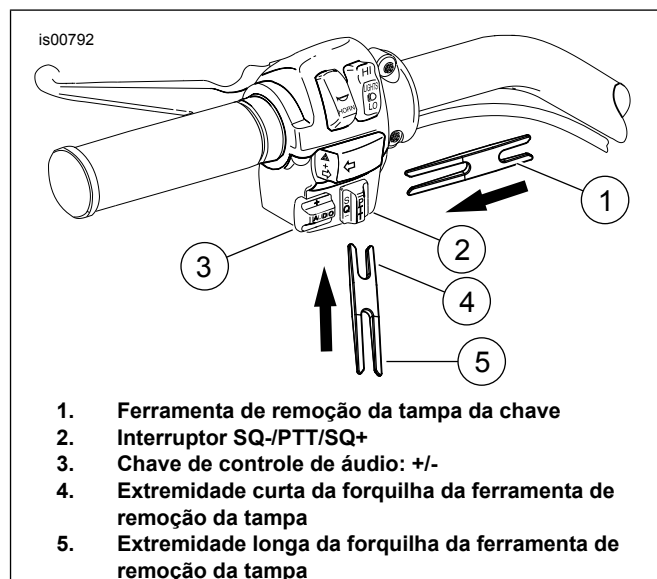

Figura 9. Ferramenta de remoção da tampa da chave da estrutura inferior dos interruptores do lado esquerdo do guidom
4. Veja a Figura 9. Remova a tampa da chave do SQ-/PTT/SQ+ (2) usando a extremidade curta (4) da ferramenta de remoção da tampa da chave (1). Empurre a parte inferior da tampa da chave para cima (2). O chanfro da ferramenta empurrará lentamente a tampa da chave para fora do pino do interruptor.